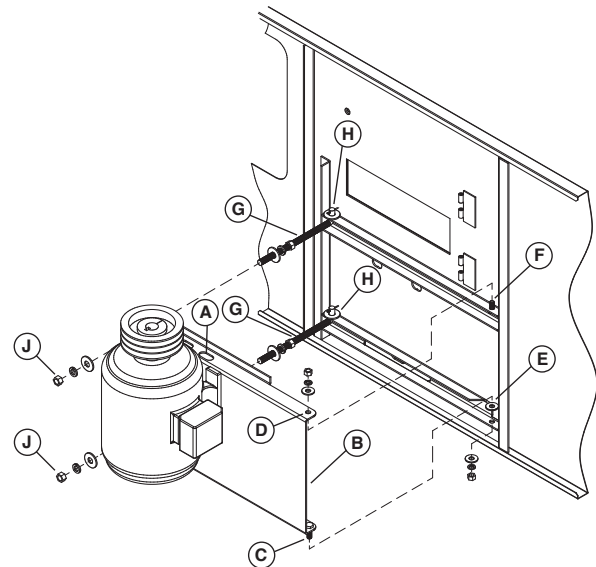

Abb. 31 – Montage des außenseitigen Motors
1. Machen Sie sich mit Abbildung 31 vertraut, bevor Sie den Motorsockel am Aggregat installieren.